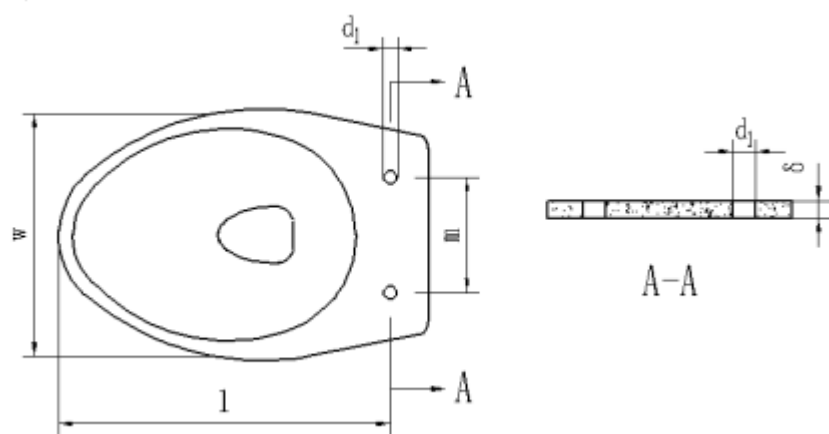
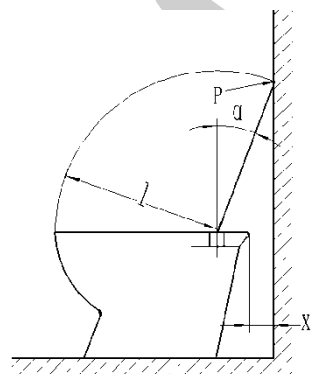
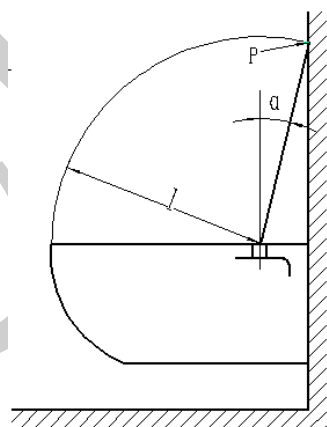

图 1 无水箱式底座示意图
图 2 落地式智能坐便器底座的 α 角
图 3 壁挂式智能坐便器底座的 α 角
4.1.1 智能坐便器盖板与无水箱式底座安装示意图，如图 1、图 2、图 3。